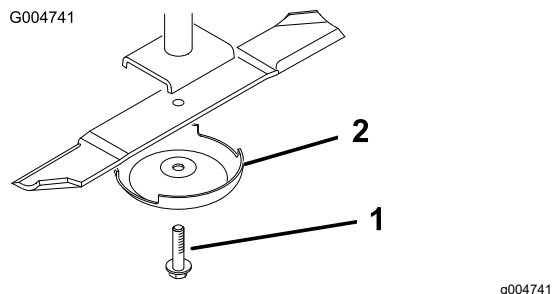

Figura 25
4. Togliete il bullone, la coppa antistrappo e la lama dall'asse del perno (Figura 25).